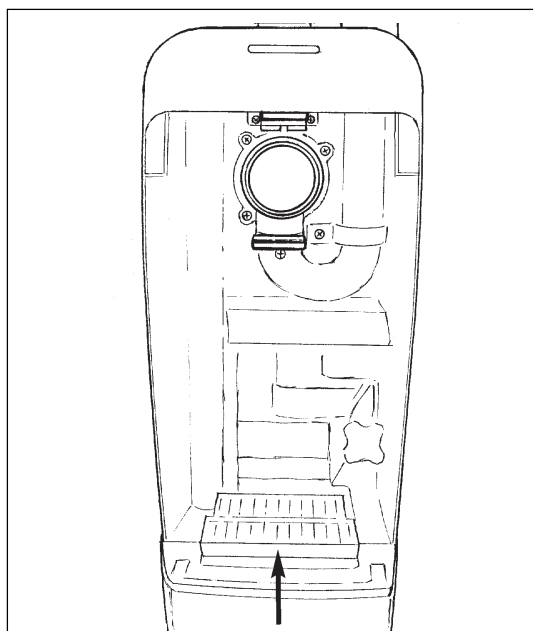

Figura 20
4. Retire el cartucho del filtro (consulte la figura 20).